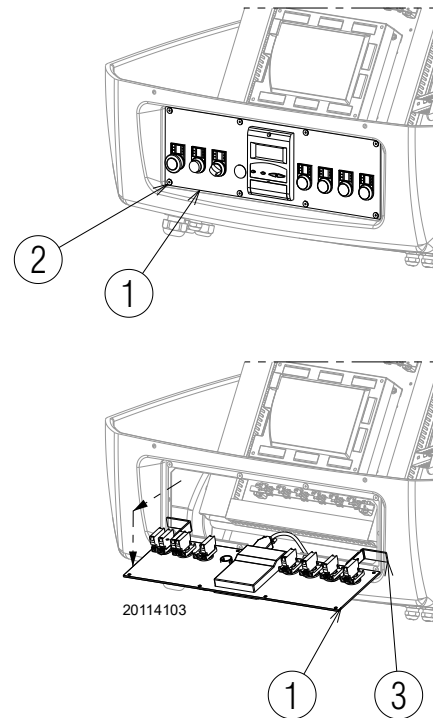

Fig. 40
- extraire le panneau de commande 1) et le tourner 90°, en l'accrochant avec les brides 3) correspondantes dans le profil du tableau électrique comme indiqué dans la Fig. 40 ;